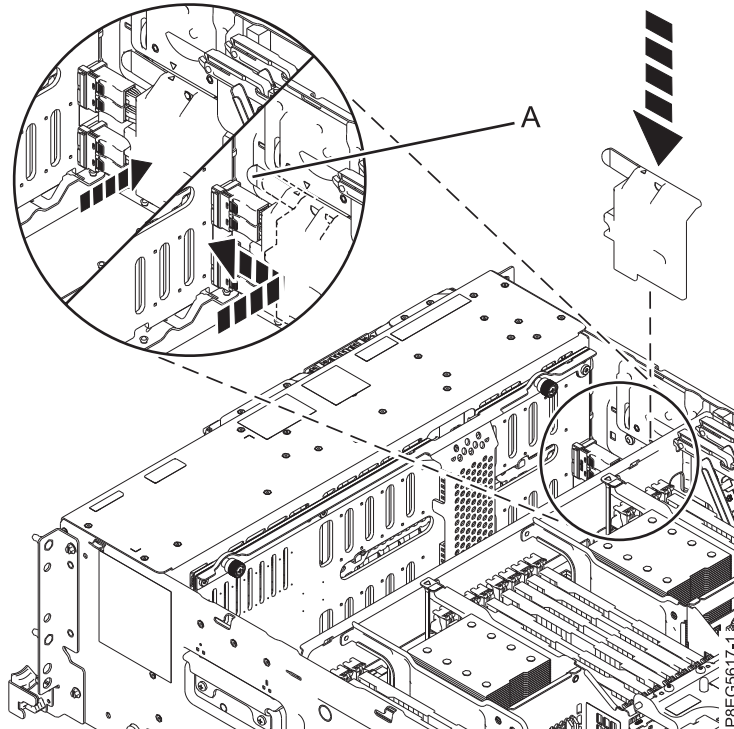

図 21. SAS ケーブル・カバーの再取り付け
7. SAS ケーブル・カバーを再取り付けします。カバーのスロットを、シャーシ側面のピンの上に置きます。カバー・スロットとピンが正しく位置合わせされると、SAS ケーブル・カバー上の三角形の記号がシャーシの側面にある三角形の記号とぴったり合います。ハンドル **(A)** が所定の位置でラッチが掛かるまで、カバーをシステム前部に向けて前方に押します。 25 ページの図 21を参照してください。